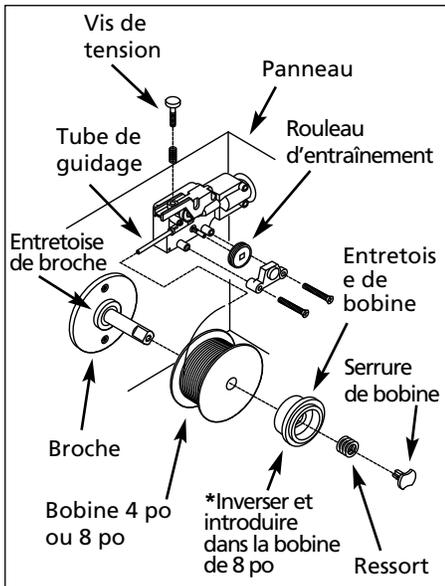

Figure 5 - L'Enfilage du Fil à Soudage
***Voir Figure 5 pour le montage.**